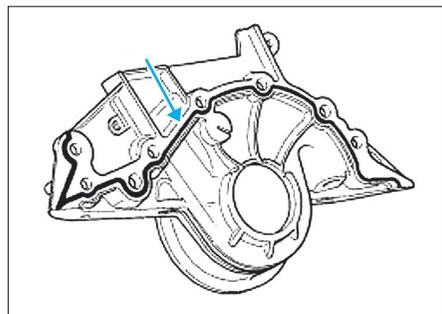

Fig. 69
- Maintenir le piston sur le support avec l'agrafe [7], l'ergot (2) de la bielle étant positionné en bas à droite et la flèche du piston (sens de montage vers le volant moteur) dirigée vers le haut.
- Appliqué un cordon de colle-résine d'une largeur de 1 mm sur le carter de fermeture de vilebrequin (Fig.69).